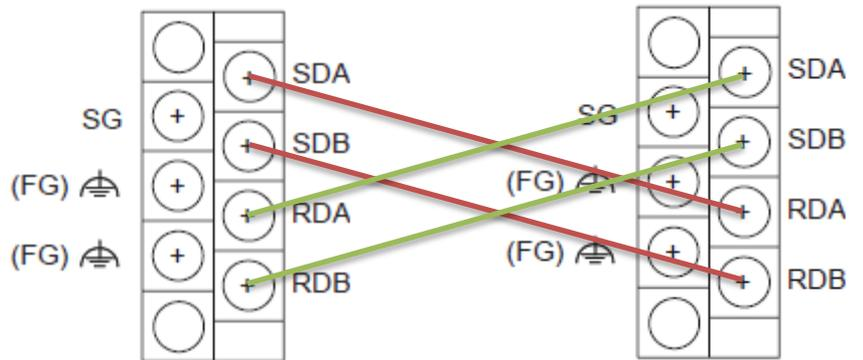

Figura 1 - Ligação dos cabos
- b) Preparar o esquema de ligação da rede RS-485 de acordo com a Figura 1. Se necessário, colocar resistores de terminação.